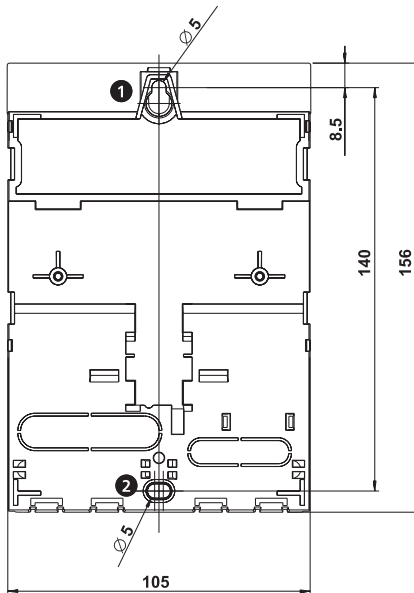

Fig. 2 : face arrière du régulateur avec ouvertures supérieure ❶ et inférieure ❷
2. Serrez la vis de l'ouverture supérieure du montage ❶ (Fig. 2) de sorte que la tête de la vis ait un écart de 5 à 7 mm par rapport à la surface de montage.
4. Marquez l'emplacement de l'ouverture inférieure du montage ❷ à l'aide du boîtier du régulateur.
6. Accrochez le régulateur à l'ouverture supérieure du montage ❶ et fixez-le en le vissant au niveau de l'ouverture inférieure du montage ❷.